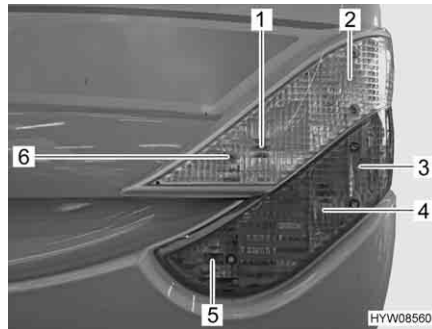

Fig. 130 Luci posteriori (lato anteriore)
- Svitare le sei viti ad esagono cavo (Fig. 130,6)